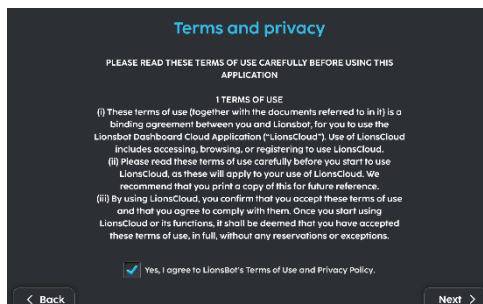

Fig. 3
3. Lees en ga akkoord met de Gebruiksvoorwaarden en het Privacybeleid (Fig. 3).